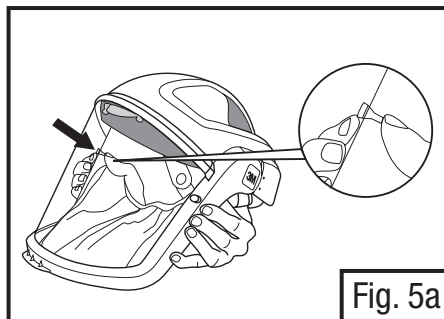
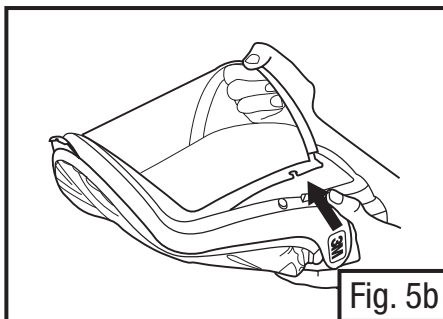

Fig. 5a
Fig. 5b
- Lorsque le cadre de la visière est abaissé (pièces faciales des séries M-100 et M-300), dégager les boutons du cadre de la visière en les poussant vers l'extérieur, en partant de l'intérieur du cadre de la visière, jusqu'à ce qu'un déclic se fasse entendre (Fig. 5a). Relever complètement le cadre de la visière, puis tirer sur la visière pour la retirer du cadre (Fig. 5b). Pour les pièces faciales de série M-400, il peut être plus facile de dégager les boutons et d'enlever la visière du cadre lorsque le cadre de la visière est relevé.
- Avec l'ensemble visière en position relevée, installer la nouvelle visière en l'insérant dans la rainure du cadre, en prenant soin d'aligner les encoches de la visière avec les boutons du cadre de la visière. S'assurer que la visière est complètement insérée dans la rainure (Fig. 5b).